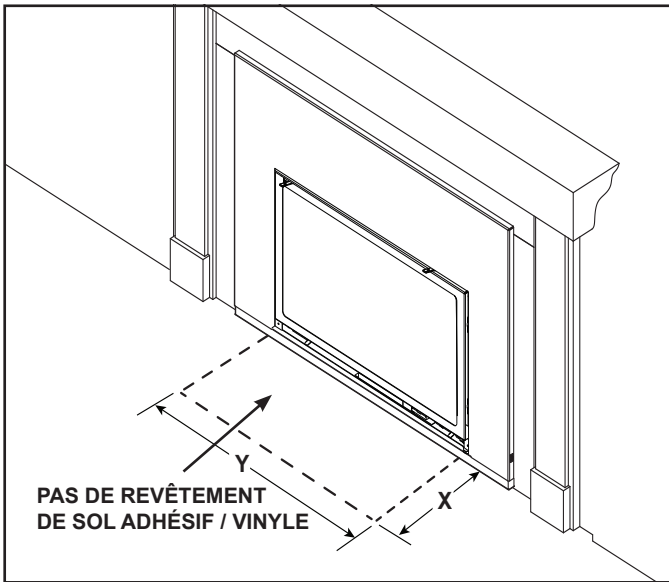

Figure 8.6 Âtre - Exception sur les matériaux inflammables
- Le plancher inflammable peut être situé devant l'appareil. Exception - pas de revêtement de sol adhésif/vinyle. Voir la figure 8.6.